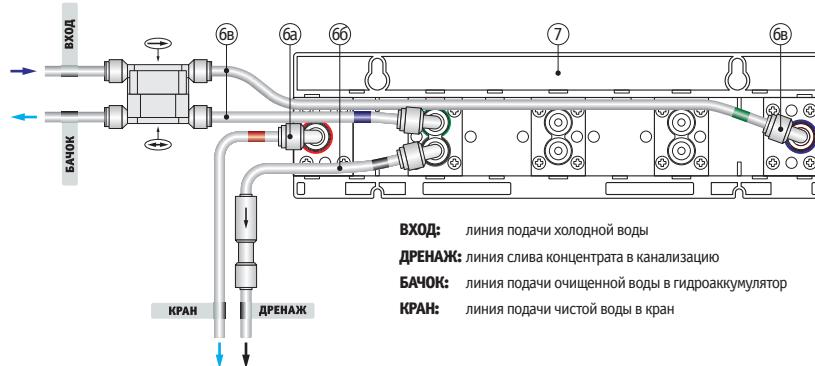

Рис. 6. Изменение направления трубок (часть 2)
- Присоединить все трубы в держателю в соответствии с Рис. 6.
Обратите внимание (см. Рис. 6): теперь трубку, маркированную синей полосой, следует посредством углового фитинга соединить с «зелёным» гнездом держателя. А трубку, маркированную зелёной полосой — с «синим» гнездом.